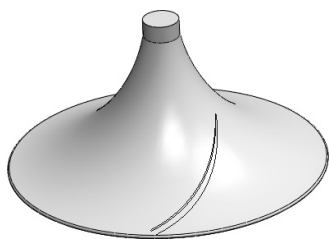

图 4-27 创建投影曲线效果
STEP 9 通过与 **STEP 8** 相同的操作, 分别选择 **STEP 6** 和 **STEP 7** 创建的草绘图形, 在叶轮的上表面执行投影曲线操作, 效果如图 4-27 所示。